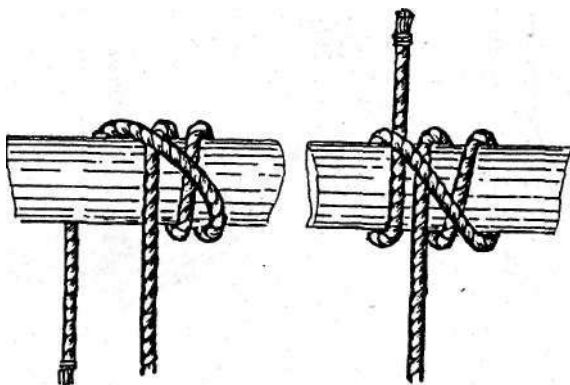

Рис. 22. Задвижной штык
*Задвижной штык* отличается от выбленочного узла тем, что содержит дополнительный шлаг вокруг предмета, делающий узел более надежным рис. 22.